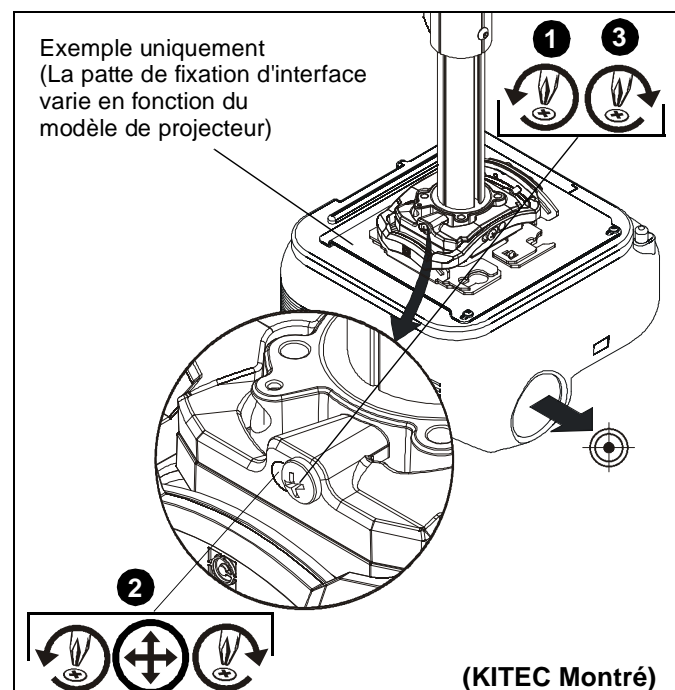

Figure 23
1. Desserrez la vis de blocage du réglage du lacet à l'aide d'un tournevis Phillips 2. (Voir la Figure 23)
2. Tournez la vis de réglage micrométrique du lacet vers la droite ou la gauche à l'aide d'un tournevis Phillips 2 jusqu'à ce que l'image soit correctement alignée sur la cible. (Voir la Figure 23)
3. Resserrez la vis de blocage du réglage du lacet à l'aide d'un tournevis Phillips 2. (Voir la Figure 23)